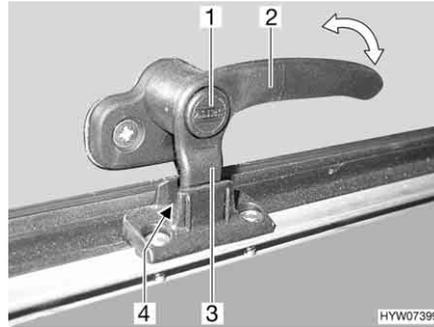
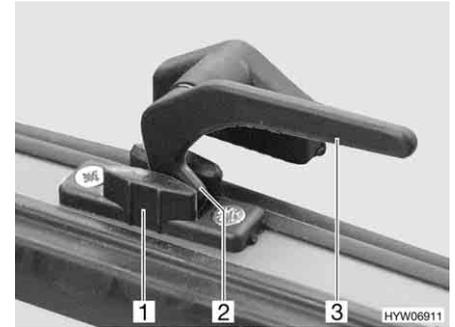

Fig. 81 Alavanca de trava com botão de segurança na posição "Arejamento contínuo"
Fig. 82 Alavanca de trava na posição "Arejamento contínuo"
- Na posição "Arejamento contínuo" (Fig. 81 e Fig. 82)
- Se disponível, prima o botão de segurança (Fig. 81,1) e mantenha-o pressionado.
- Gire a alavanca de trava (Fig. 81,2 ou Fig. 82,3) um quarto de volta na direção do meio da janela.
- Gire novamente para trás a alavanca de trava. Durante isto, desloque a ponta de trava (Fig. 81,3 ou Fig. 82,2) na alavanca de trava para dentro do entalhe no dispositivo de bloqueio da janela (Fig. 81,4 ou Fig. 82,1).
- Se disponível, largue o botão de segurança (Fig. 81,1).